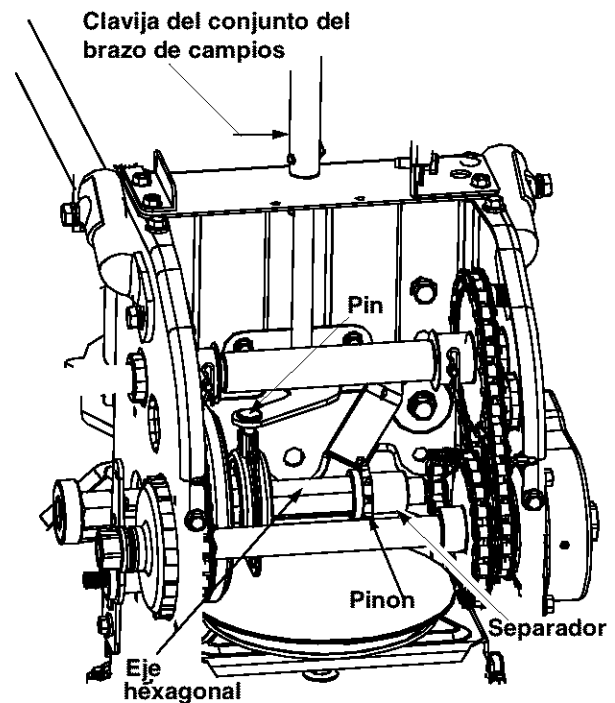

Figura 37
- Inserte la clavija del conjunto del brazo de cambios dentro del conjunto de la rueda de fricción y mantenga el conjunto en posición. Vea la Figura 37.
- Inserte el eje hexagonal a través del piñon y del separador. Vea la Figura 37. Asegúrese que la cadena enganche los piñones pequeño y grande.